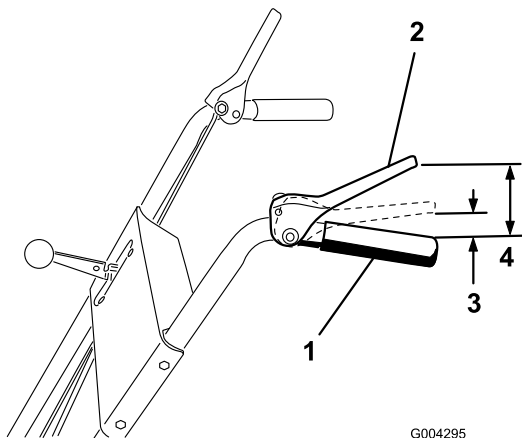

Figure 7
2. Déplacez les deux écrous à embase en haut ou en bas sur la tige de commande de déplacement jusqu'à ce que le haut de la poignée soit à environ 11,4 cm du bas du levier de commande de déplacement comme illustré à la Figure 7.
4. Sélectionnez la troisième vitesse (Figure 7).
- Remarque:** Le réglage est correct si les roues cessent de tourner en arrière quand 2,5 à 5 cm séparent le haut de la poignée et le bas de la manette de commande de déplacement comme illustré à la Figure 7.